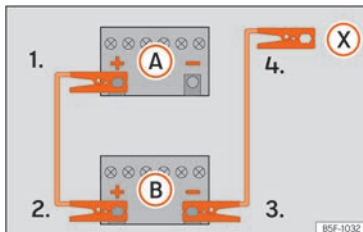

Abb. 81 Anschlusschema für Fahrzeuge ohne Start-Stop-System.
zeugs mit der entladenen Fahrzeugbatterie (A) »» **Abb. 81**.
3. Klemmen Sie das andere Ende des roten Starthilfekabels an den Pluspol (+) des Strom gebenden Fahrzeugs (B).
- 4a. Bei Fahrzeugen ohne Start-Stop-System: klemmen Sie ein Ende des schwarzen Starthilfekabels an den Minuspol (-) des stromgebenden Fahrzeugs (B) »» **Abb. 81**.